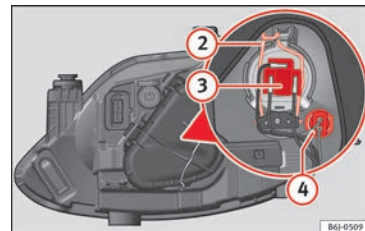

Bild 95 Hel-/halvljus och positionsljus för enkla strålkastare.
- Ta bort kontakten » bild 95 ③ från glödlamp.
- Lossa fjäderhållaren » bild 95 ② genom att trycka inåt till höger.
- Ta bort lamphållaren » bild 95 ④ utåt.